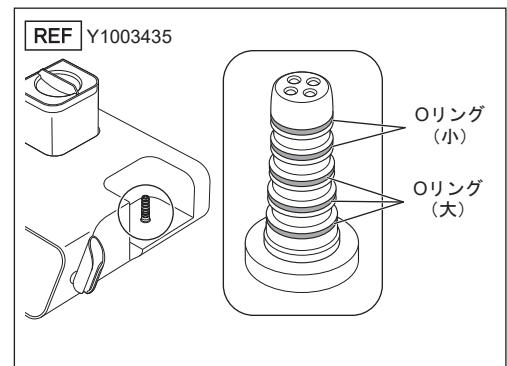

図51
- 1) チャンバー接続部にあるOリングを針などで取り外します（図51）。